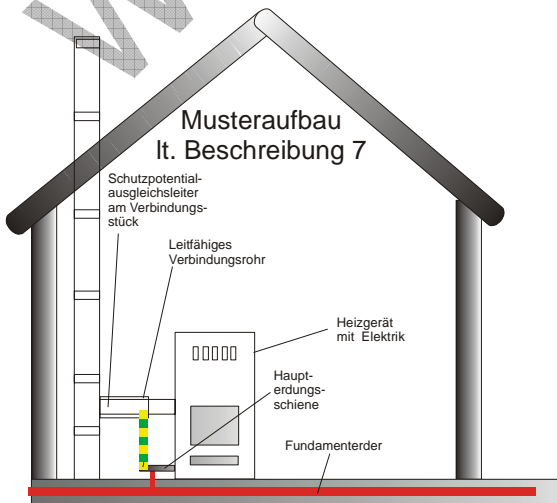

Bild 7
7. ... innerhalb eines Gebäudes ohne äußeren Blitzschutz durch die Dachfläche hindurch in einen Raum in eines der Geschosse zu einem Ofen mit Verbindung zur Elektrik führt. (Bild 7)